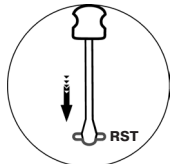

Рисунок 4
8.4 Датчик будет периодически включать индикатор зеленым цветом, что свидетельствует о его нахождении в режиме «Связывание». При отсутствии указанной индикации необходимо кратковременно замкнуть проводящим предметом (отверткой) контакты (Рисунок 4).
8.5 Когда датчик успешно подключится к HUB его индикатор на 2–3 секунды включится красным. После этого вы увидите датчик и всю информацию о нём в приложении. Время режима «Связывание» ограничено 100 секундами. Для возобновления режима «Связывание» необходимо кратковременно замкнуть контакты RST (Рисунок 4).